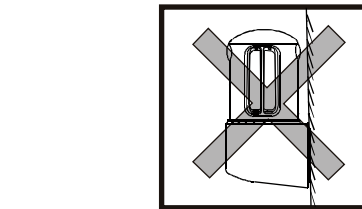

Fig. 3
7. Richt de sensorkop buitenshuis niet naar boven om te voorkomen dat de sensor beschadigd raakt door water. Fig. 3